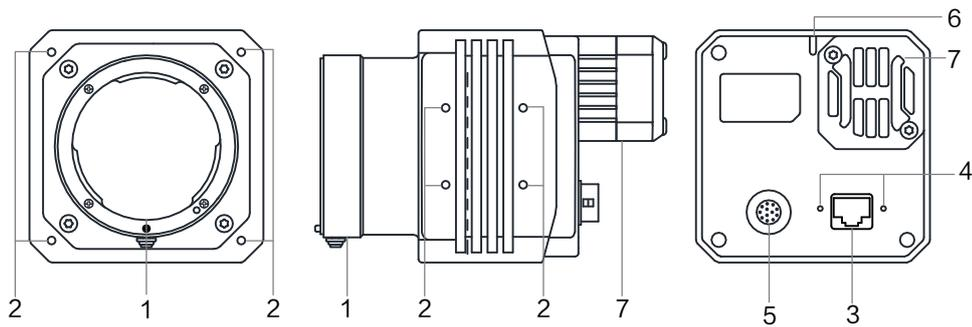

图4-7 F口，带风扇
- 图 4-7 为 F 口，带风扇的千兆网口面阵相机外观。
- F 口，带风扇（图 4-7）